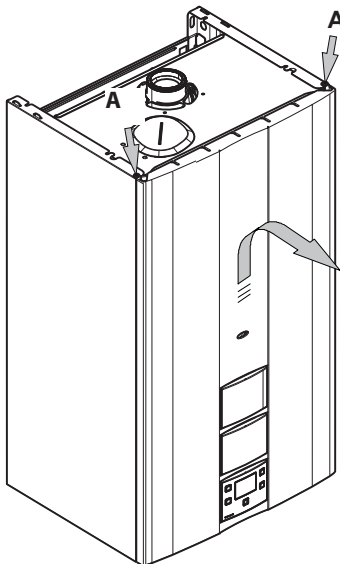

Рисунок 9.1
- Снять винты А. Снять переднюю панель, подтолкнув ее вверх, чтобы высвободить от нижних крючков, см. Рисунок 9.1.